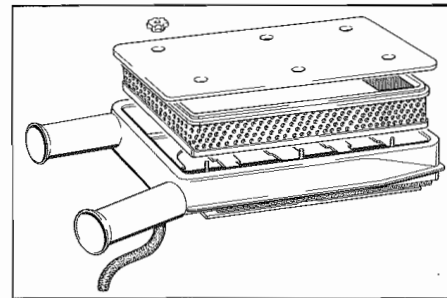

Fig. 24 - Filtro aria
- Allentare i pomelli di **Fig. 24** e smontare il coperchio filtro aria. Sostituire la cartuccia filtrante.
- Unscrews knobs of **Fig. 24** remove the air cleaner cover. Replace cartridge.